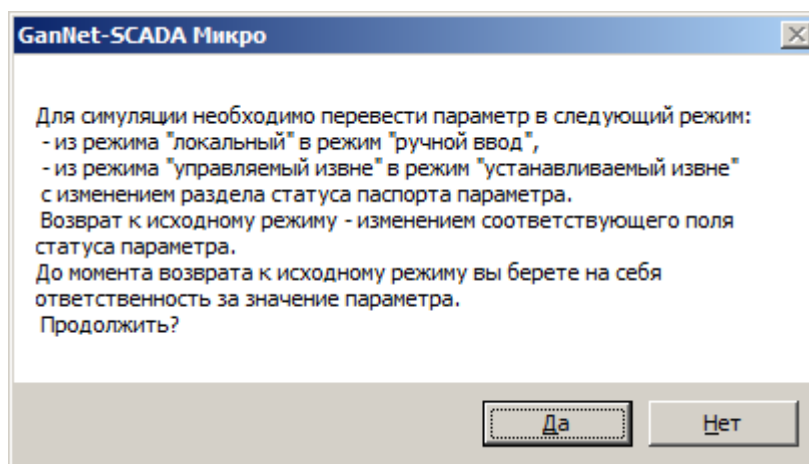

Рисунок 5-26 – Предупреждение при переходе в режим симуляции
- 1). Выдаётся предупреждение о предстоящем изменении паспорта и необходимости возврата к его исходному состоянию (Рисунок 5-26)